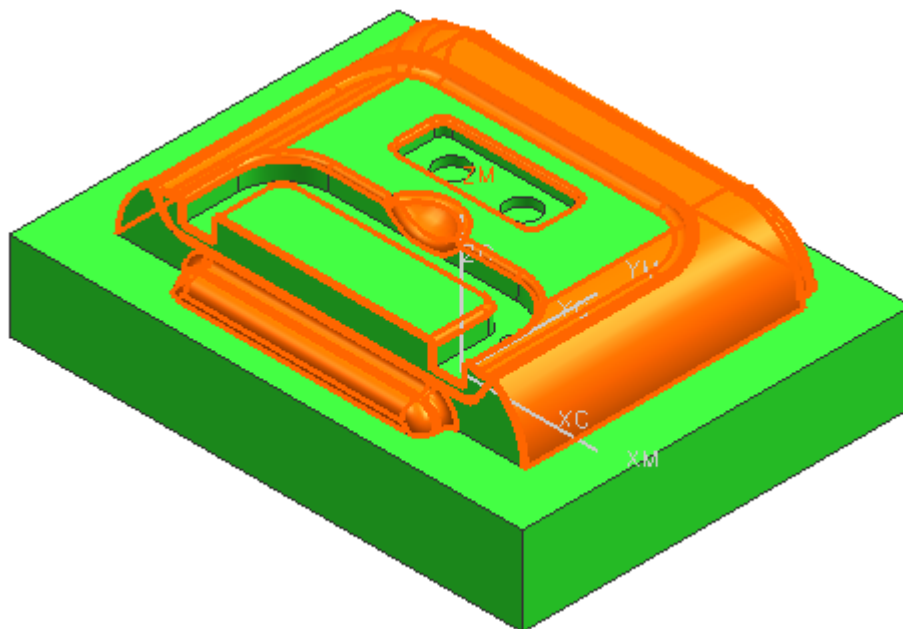

图 9-80
- 在操作对话框中，单击 ，选择如图 9-80 所示的曲面，单击 OK。